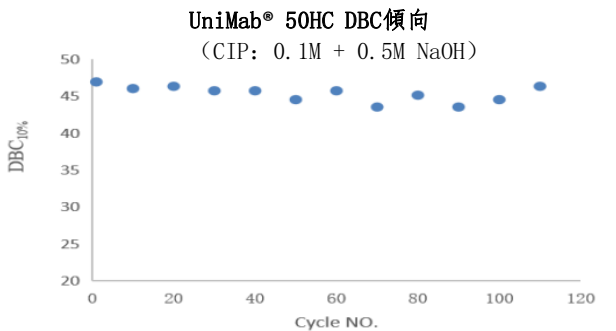

図2. モノクローナル抗体HCCFの結合容量データ
0.1M NaOH + 0.5M NaOH溶液を使用して定置洗浄を行い、各サイクルでCIPによるアルカリ接触時間を1時間とし、その後UniMab® 50HCの結合容量を測定しました（図2参照）。